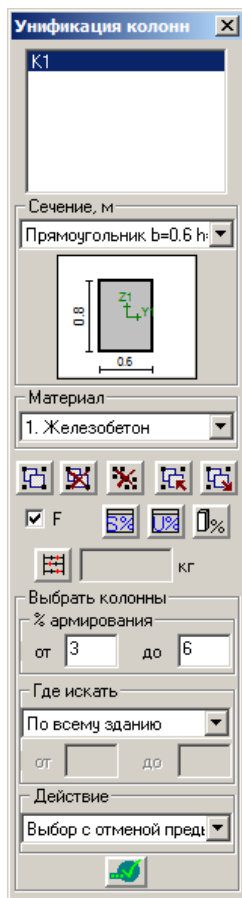

Рис.13.12.1. Окно диалога Унификация колонн
- В открывшемся окне диалога **Унификация колонн** (рис. 13.12.1) выполните следующие действия:
- создайте новую группу унификации **K2** щелчком на кнопке **Создать группу** (кнопка ) (рис. 13.12.1);
- создайте новую группу унификации **K3** щелчком на кнопке **Создать группу** (кнопка ) (рис.13.12.1);
- нажмите кнопку  – **Посчитать суммарный расчет арматуры всех ж/б колонн с учетом всех групп унификации** (рис. 13.12.1) – будет подсчитан суммарный расход арматуры.